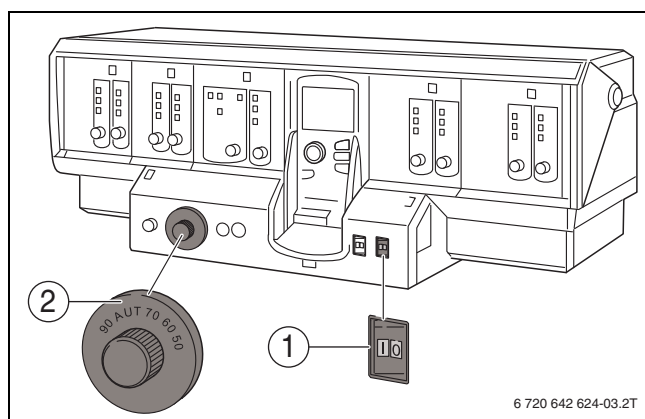

Рис. 39 Включите отопительную установку на системе управления (Logamatic 4000)
- Переведите пусковой выключатель (→ рис. 39 [1]) на обоих системах управления в положение **I** (EIN).